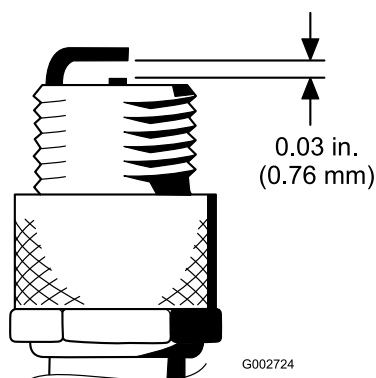

Figura 37
- Ajuste a folga existente entre a zona central e lateral do eléctrodo para 0,76 mm (Figura 37).